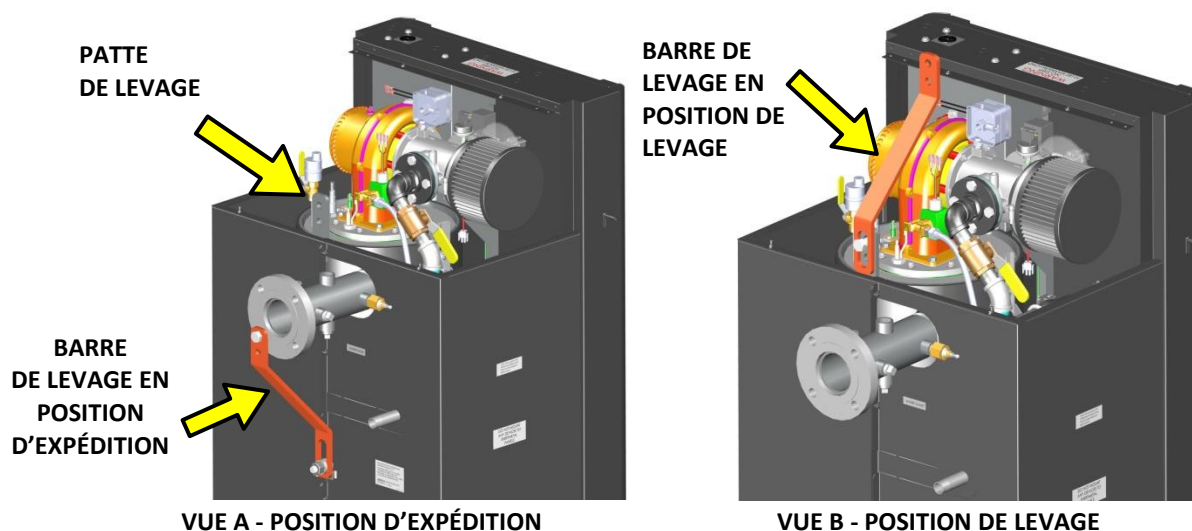

Figure 2-4a : Dispositifs de levage de la chaudière BMK750/1000
Déballez et inspectez l'unité, puis retirez les quatre (4) tire-fonds fixant la chaudière à la palette d'expédition. La chaudière peut être soulevée et déplacée en insérant les fourches du chariot élévateur dans les fentes avant fournies dans la base de l'appareil, ou elle peut être soulevée en fixant une barre de levage à l'échangeur de chaleur de l'appareil. Une barre de levage (réf. **59174**), avec matériel de fixation, est fournie avec chaque appareil. Lorsqu'elle est expédiée, cette barre est fixée à l'arrière de l'appareil comme illustré à la Figure 2-4a (vue A). Une (1) languette de levage est fournie en haut de l'échangeur de chaleur de l'appareil, comme illustré. Cette languette sert à fixer la barre de levage à l'appareil, comme décrit ci-dessous.
1. Retirez la barre de levage de son emplacement d'expédition à l'arrière de l'appareil (Figure 2-4a, vue A). Conservez les deux (2) vis à tête hexagonale, les écrous hexagonaux et les rondelles plates.
3. Fixez la barre de levage à la patte de levage de l'échangeur de chaleur à l'aide de la quincaillerie retirée à l'étape 1 (Figure 2-4a, vue B). L'extrémité supérieure de la barre de levage contenant la découpe ovale doit être positionnée au-dessus de l'échangeur de chaleur, comme illustré.